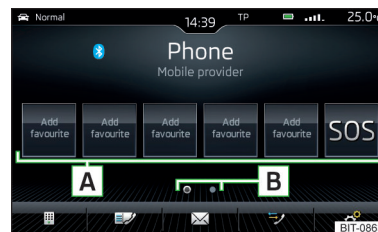

Fig. 206
- ▶ Pulse en el menú principal *Teléfono* la superficie funcional libre deseada **[A]** » fig. 206.
- ▶ Para el **cambio del grupo de memoria**, pulsar la superficie funcional **[B]** » fig. 206.
- ▶ Para la **elección**, pulsar la superficie funcional **[A]** » fig. 206 ocupada.
- ▶ Mantener pulsada en el menú principal *Teléfono* la superficie funcional deseada y ocupada **[A]** » fig. 206.